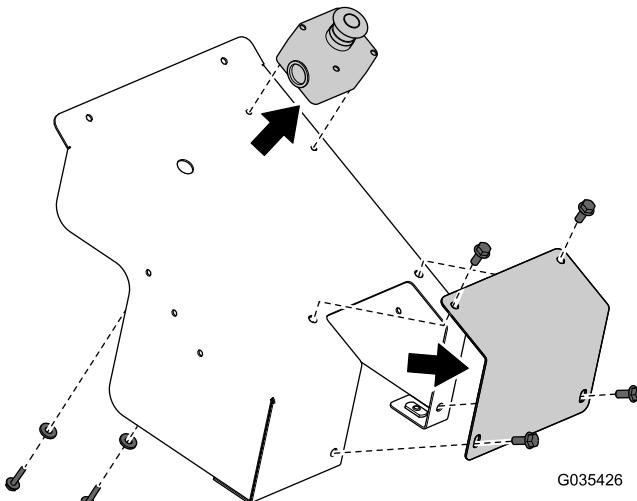

图2
6. 如图2所示从盖子上卸下电气停止按钮总成和手动超控护盖。